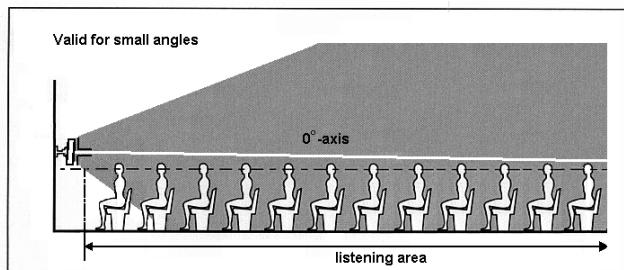

Figura 1: vista lateral de la irradiación de la columna montada en la pared con un ángulo pequeño
1. Determine las dimensiones del 'área de escucha' deseada (plano horizontal al nivel de los oídos del oyente; consulte la línea discontinua de la figura 1).
Si desea una gran área de audición, se recomienda un ángulo de unos 3° (consulte la figura 1). Observe que al alejarse de la columna, el nivel de presión acústica disminuirá en función de la reverberación de la sala. Para escuchar con claridad los tonos agudos, es necesario que el oyente pueda ver la columna desde su posición.
- Determine las dimensiones del 'área de escucha' deseada (plano horizontal al nivel de los oídos del oyente; consulte la línea discontinua de la figura 1).
- Consulte el diagrama 1 y continúe hacia arriba desde la distancia máxima en el eje horizontal. Desplácese horizontalmente hasta el eje vertical desde la intersección vertical con la línea B diagonal. El valor X (altura del soporte de montaje de la columna por encima del plano de audición, 'X' en la figura 1) aparece sobre este eje. Las intersecciones horizontales con otras líneas diagonales proporcionan información acerca de las dimensiones del área de audición. Estos números están relacionados con las figuras 2 y 3 (consulte también el ejemplo que aparece más abajo).